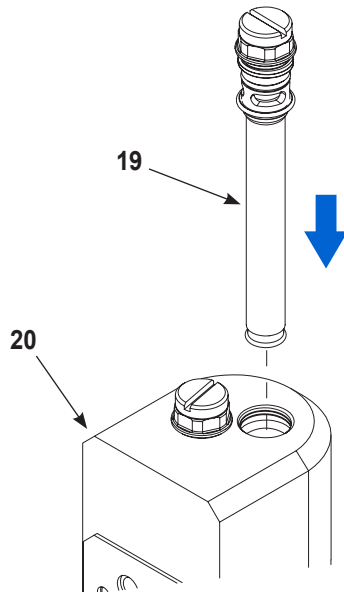

Abbildung 25 Anbringen der Fluidisierungsrohre am Verteilerblock
5. Siehe Abbildung 25. Das zusammengebaute Fluidisierungsrohr (19) von oben in den Spülverteilerblock (20) stecken. Die Schläuche bis zum Anschlag in den Verteilerblock schieben.